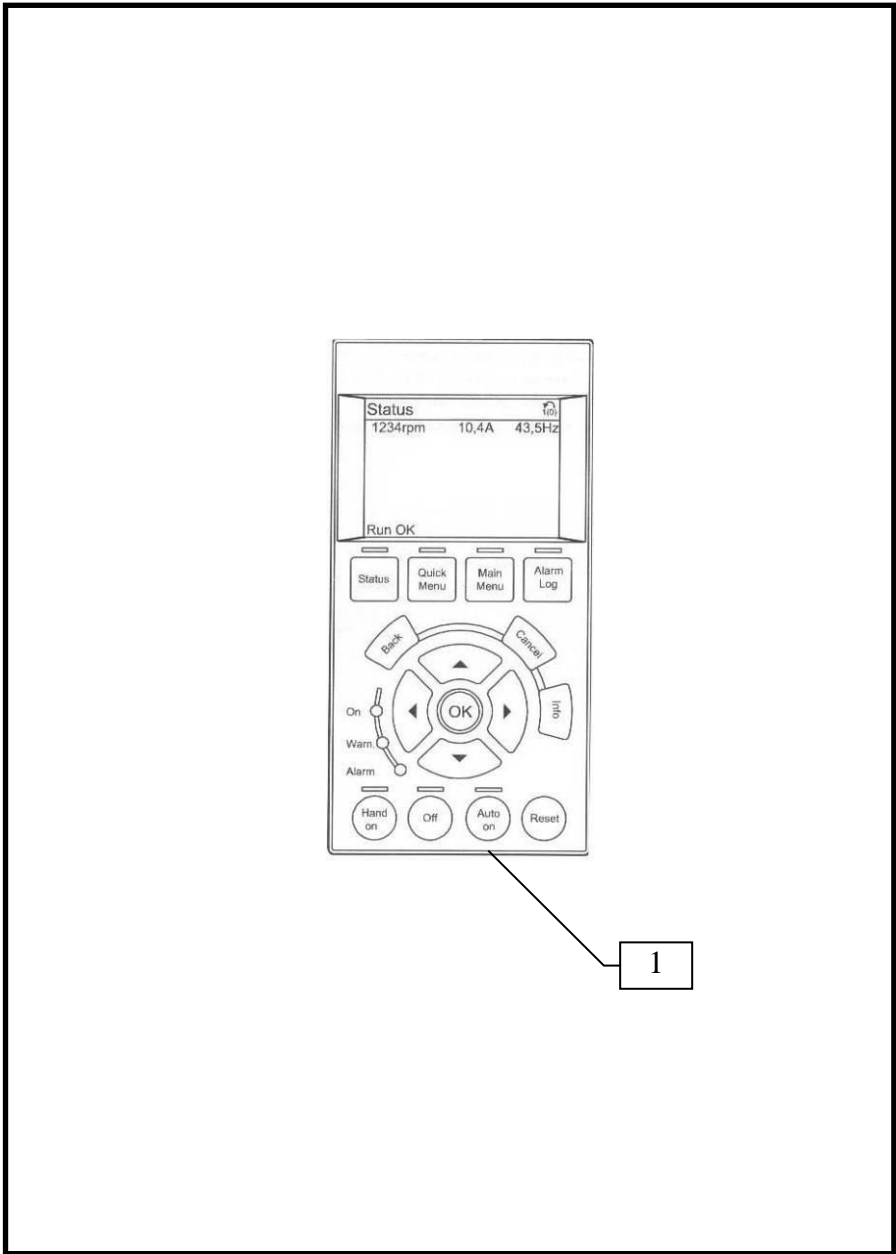

Рис. 2 Лицевая панель прибора
- без переключателя **JMP** - для защиты двигателей с датчиком влажности DK (DI) и/или защиты от сухого хода по 1 электроду (дренажные насосы, мешалки и т.п.)
5.2 Лицевая панель прибора (рис. 2)